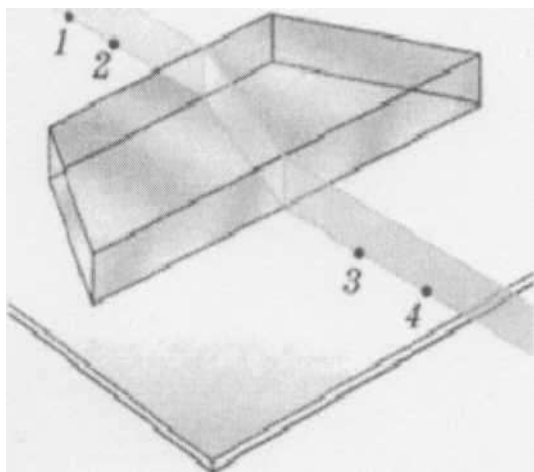

Рис.1
4. Вдоль падающего на пластину и вышедшего из неё световых пучков тонко очищенным карандашом поставить точки 1, 2, 3 и 4 (рис. 1).